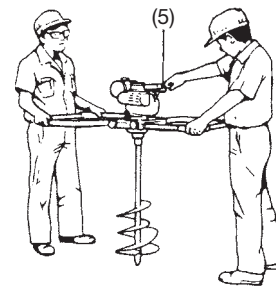

Fig. 5
- 5.) Træk hurtigt i rekylstarteren. sørg for et godt greb i håndtaget, så det ikke smutter tilbage. (Fig. 5)